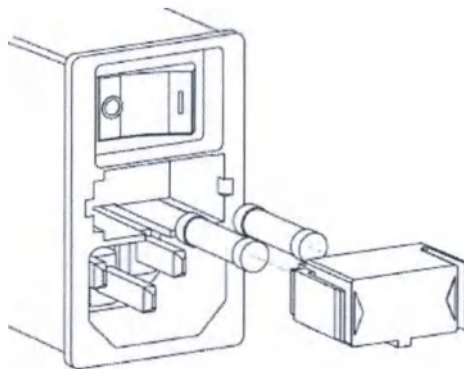

Рис. 7
5. Вынуть перегоревшие предохранители (рисунок 7).